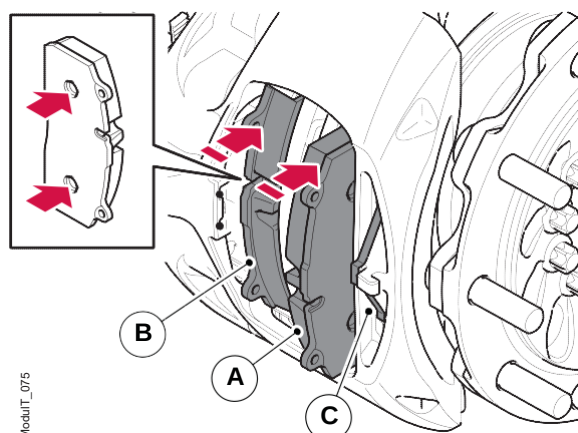

Figura 34. Instalar as pastilhas de freio
3. Primeiro instale a pastilha de freio interna (B) no transportador, observe que a pastilha de freio interna se localiza na placa de encosto em dois pontos, consulte a figura 34. Em seguida, encaixe a pastilha de freio externa (A).
5. Instale o novo suporte de mola (C) na pinça de freio e certifique-se de que esteja assentado na posição correta.